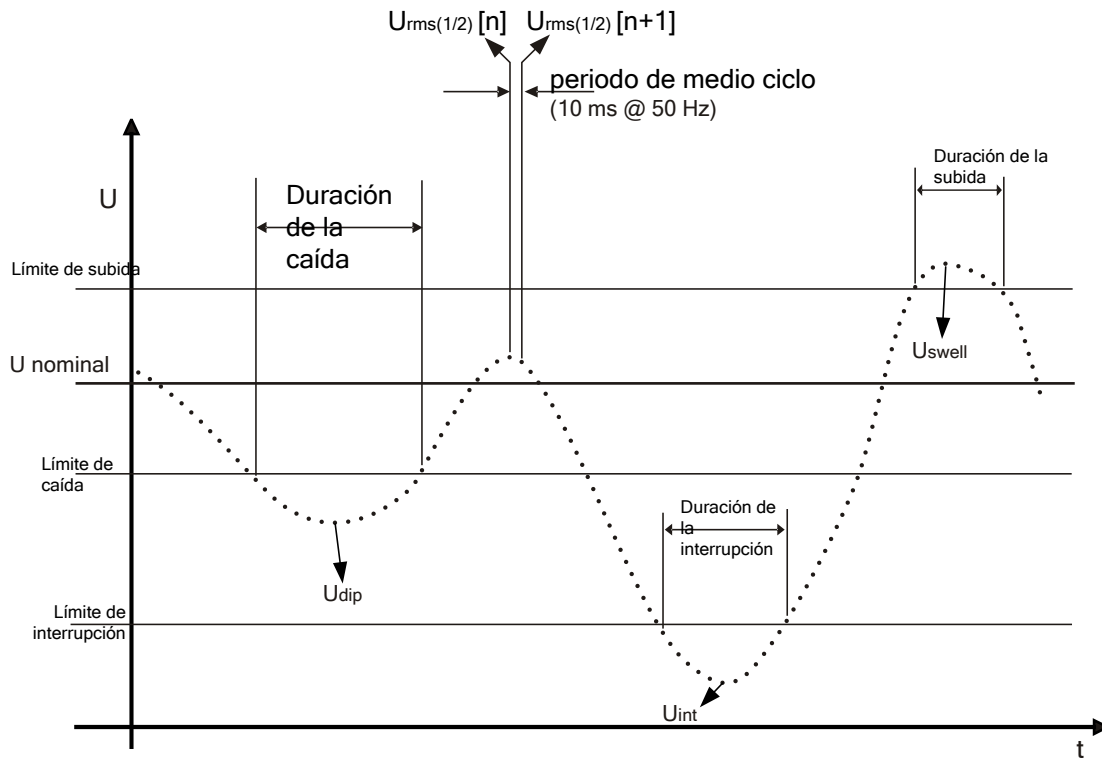

Figura 5.6 Definición de los eventos de tensión
- En los sistemas monofásicos, una caída de tensión comienza cuando la tensión $U_{Rms(1/2)}$ cae por debajo del umbral de caída, y finaliza cuando la tensión $U_{Rms(1/2)}$ es igual o superior al umbral de caída más el 2% de la tensión de histéresis (véase la Figura 5.6).
- en los sistemas monofásicos, una interrupción de tensión comienza cuando la tensión $U_{\text{Rms}(1/2)}$ cae por debajo del umbral de interrupción, y finaliza cuando la tensión $U_{\text{Rms}(1/2)}$ es igual o mayor que el umbral de interrupción de tensión más la histéresis (véase la Figura 5.6),